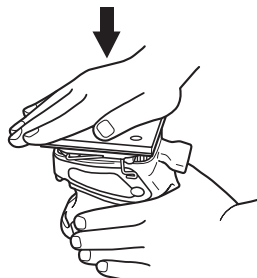

Fig. 12
- (2) Fixer solidement la toile émeri (type Velcro) en appuyant dessus fortement et de façon uniforme avec la paume. (Fig. 12)